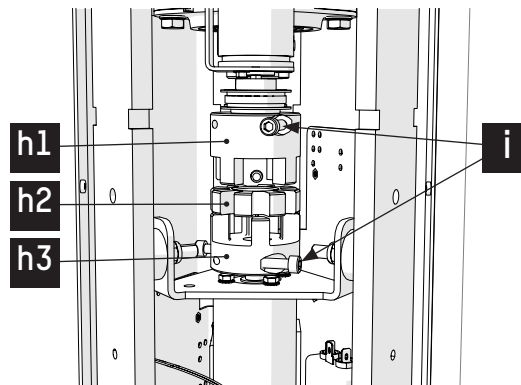

Fig. 43 - Kopplingsbyte (Demontage koppling)
8. För att ta bort varje metalldel av den elastiska kopplingen (h1 och h3), skruva loss skruvarna (i) (två per metalldel) (Fig. 43);